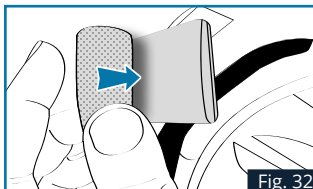

Fig. 32
3. Kleben Sie den in Ihrem **SENA FOR SHARK-Kit (Bluetooth oder Mesh)** enthaltenen Polsterschaum auf die Rückseite des Akkus Ihres Intercom-Systems (Abb. 32).